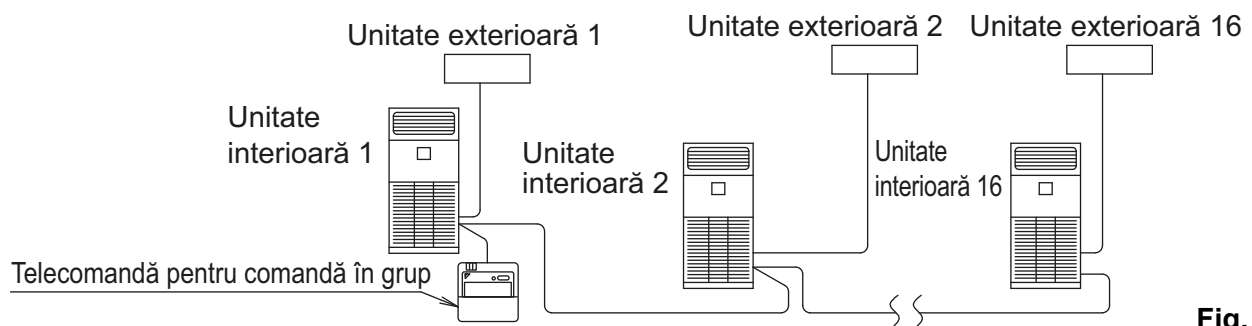

Fig. 36
- La utilizarea ca unitate pereche, puteți porni/opri simultan controlul (de grup) până la 16 unități cu telecomanda. **(Consultați Fig. 36)**